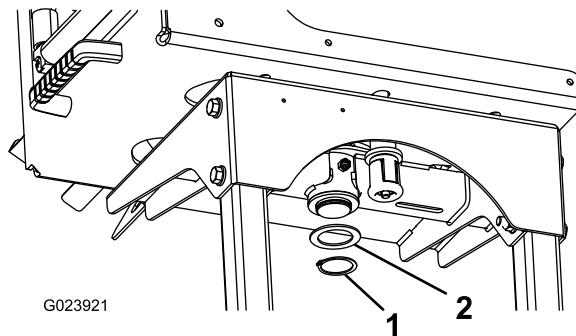

Figura 5
4. Sulla parte inferiore del supporto per avvolgitubo, fissate la rondella di spinta e l'anello elastico sul perno della piastra girevole (Figura 5).